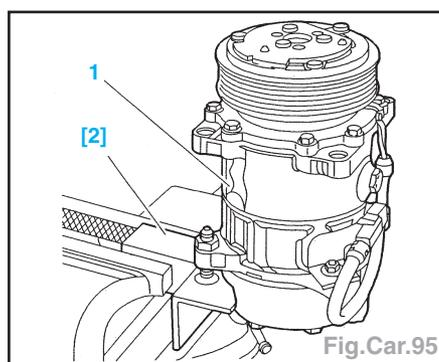

Fig.Car.95
- Monter le compresseur (1) sur l'outil [2] (Fig.Car.95).